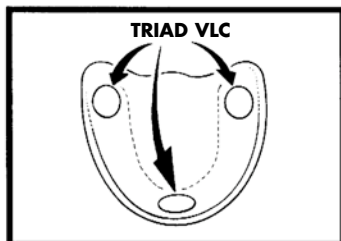

Abbildung 3 – Oberkieferprothese mit Gewebeabstandhalter
- d. Ordnen Sie kleine Stücke des TRIAD Hi-Flow oder des Standardunterfütterungsmaterials wie die drei Füße eines Stativs an, um die Gewebeabstandhalter aufzubauen. (Siehe Abbildung 3 und 4.) Eine andere Anord-